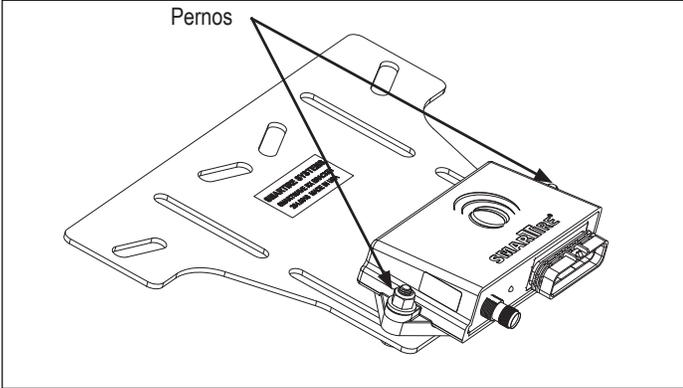

Figura 2: Quitar los pernos de la ECU
3. Quite los dos (2) pernos que sujetan la unidad de control electrónico (ECU) original al chasis del vehículo y déjela a un lado. *Vea la figura 2.*